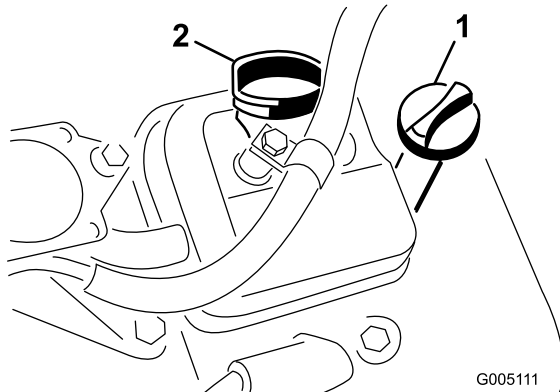

Figura 21
3. Aparafuse a vareta no tubo e certifique-se de que se encontra completamente introduzida (Figura 21).